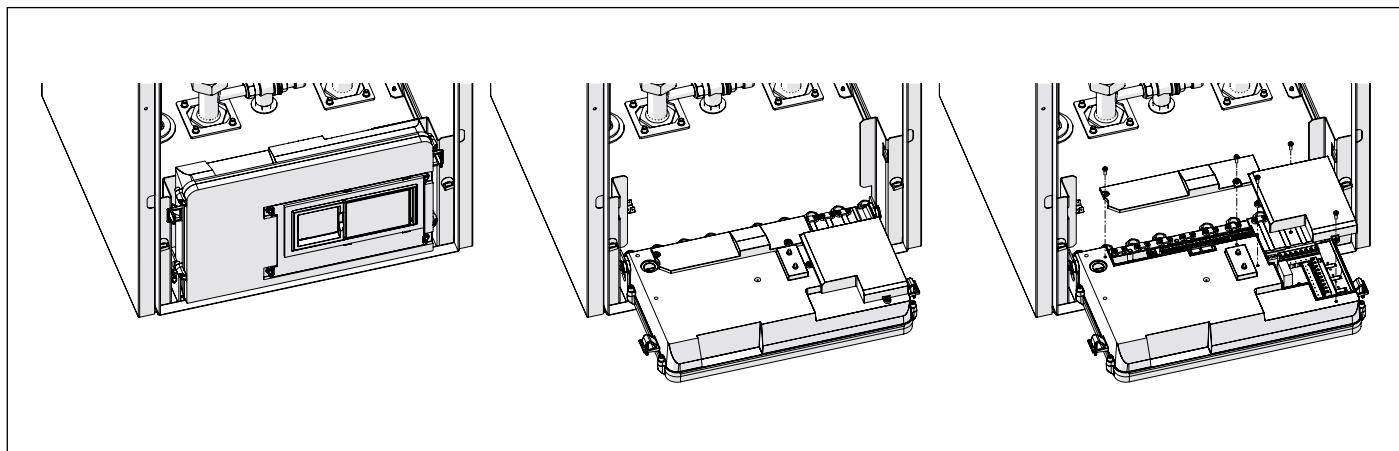

Рис. 27 Распределительная коробка
- Поверните распределительную коробку вперед на 90° (см. Рис. 27 Распределительная коробка).
- Снимите две крышки внешних электрических соединений (A и B), отворачивая винты, которые крепят их к распределительной коробке (см. Рис. 27 Распределительная коробка).